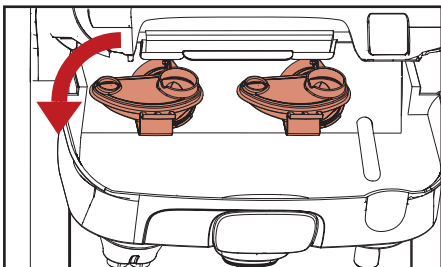

Fig. 5.10 - Verwijder mixerkommen
- b. Draai de mixerkommen tegen de klok in en trek ze naar u toe om ze te verwijderen (fig. 5.10).